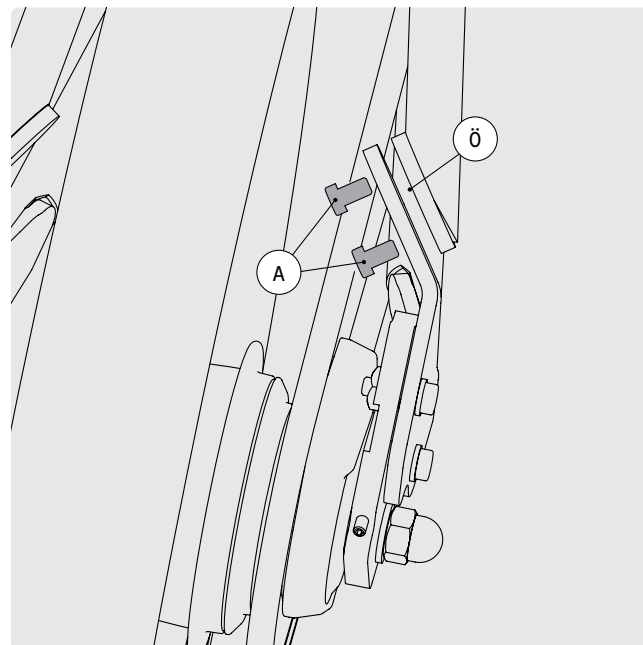

FIG. 46
Pour tendre la courroie, procédez de la même manière que pour tendre la chaîne. Pour une meilleure compréhension, consulter les illustrations (Fig. 46) pour les étapes décrites ci-dessous.
- 1 Desserrez les deux vis A du raccord de cadre (Fig. 46).